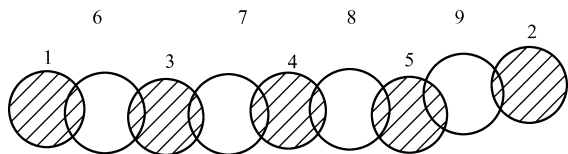
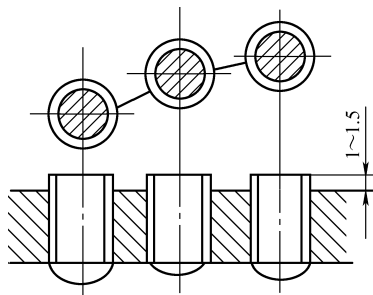

图 2-68 螺钉填补钻孔的顺序
图 2-69 用螺钉填补裂纹
(1) 先在裂纹两端各钻一个限制孔,如图 2-68 中的 1 和 2,以防裂纹继续延伸。
(2) 然后沿裂纹钻 3、4、5 孔。孔的直径视螺纹直径而定,如螺纹直径是 4、5、6 mm,则钻孔的直径应分别为 3.2、4.1、4.8 mm。并需保持孔与孔之间重叠 1/3 孔径,例如 4 mm 直径的孔,孔与孔之间的中心距为 6 mm。
(3) 在上述 1、2、3、4、5 孔中攻出螺纹。
(4) 在攻好螺纹的孔中,拧入预先套好螺纹的紫铜杆,拧入部分应涂以白漆,拧好后从高出裂纹表面 1~1.5 mm 处切断,如图 2-69 所示。